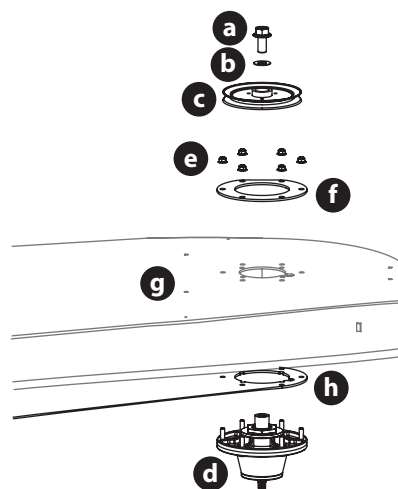
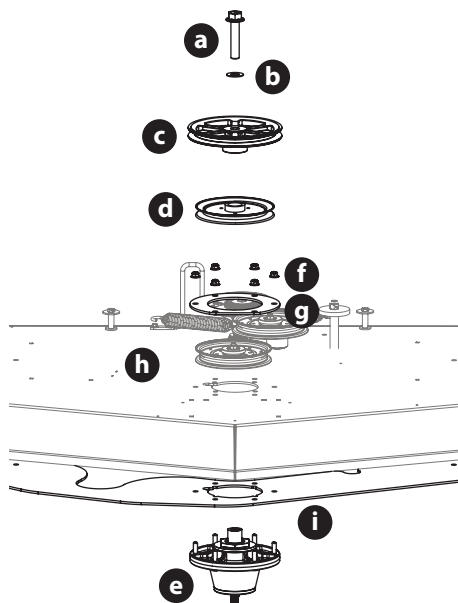

Figura 66
Figura 67
6. Extraiga el tornillo de seguridad hexagonal (a) y las arandelas planas (b) que aseguran las poleas del husillo de la derecha e izquierda (c) al conjunto del husillo (d) (Figura 66).
7. Extraiga las seis tuercas de seguridad bridadas (e) que aseguran los conjuntos de husillo del lado derecho e izquierdo (d) y las placas de soporte (f) a la carcasa de la plataforma (g) (Figura 66).
NOTA: no es necesario quitar la placa de soporte de la plataforma (h) a menos que se estén reemplazando los tres husillos (Figura 66).
8. Extraiga el tornillo de seguridad hexagonal (a) y la arandela plana (b) que aseguran la polea de transmisión (c) y la polea del husillo central (d) al conjunto del husillo (e) (Figura 67).
9. Extraiga las seis tuercas de seguridad bridadas (f) que aseguran la polea del husillo central (d), el conjunto del husillo (e) y las placas de soporte (g) a la carcasa de la plataforma (h) (Figura 67).
NOTA: no es necesario quitar la placa de soporte (i) de la plataforma a menos que se estén reemplazando los tres husillos (Figura 67).
10. Para instalar el conjunto del husillo realice el proceso en orden inverso. Cuando instale el nuevo conjunto del husillo, asegúrese de instalar los elementos de ferretería exactamente (Figura 66 en la página 74 y Figura 67). Ajuste los tornillos de seguridad hexagonales a 250 pies-libras (339 N-m) y las tuercas de seguridad bridadas a 21-32 pies-libras (28-43 N-m).